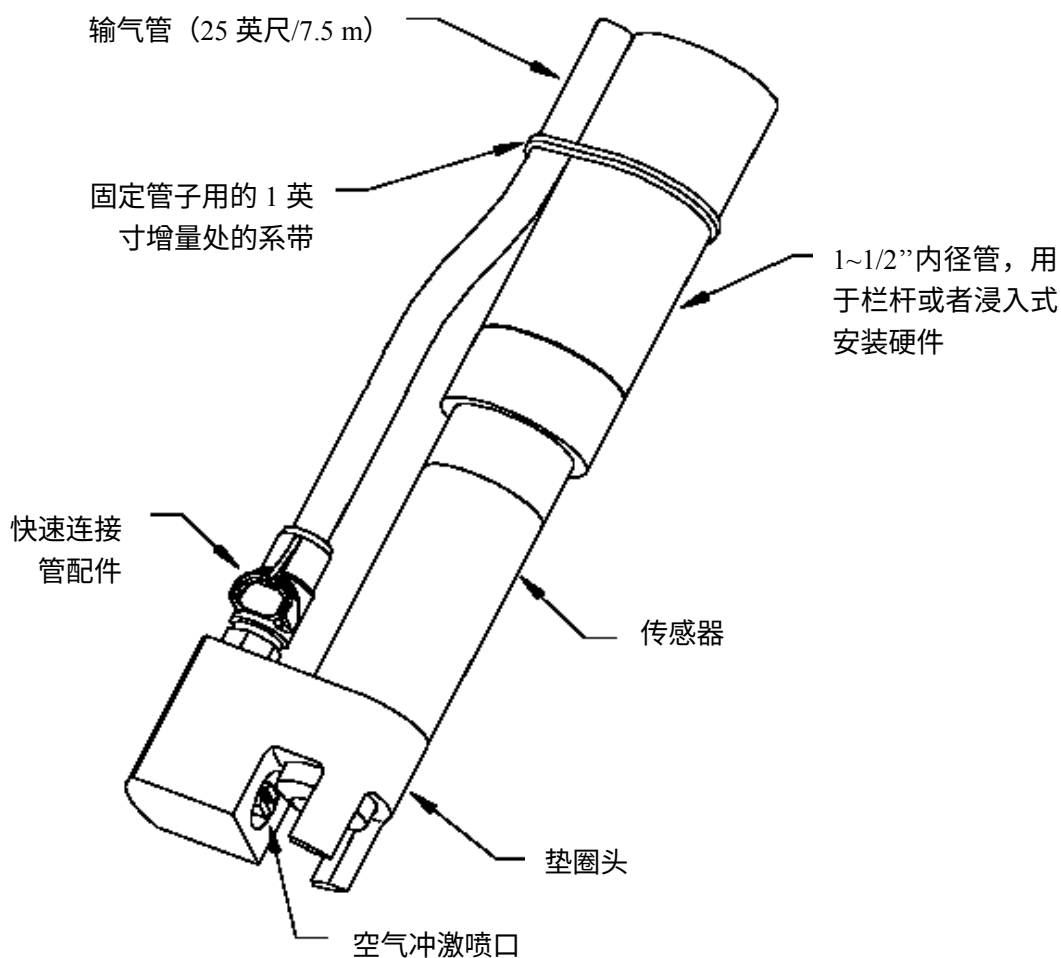
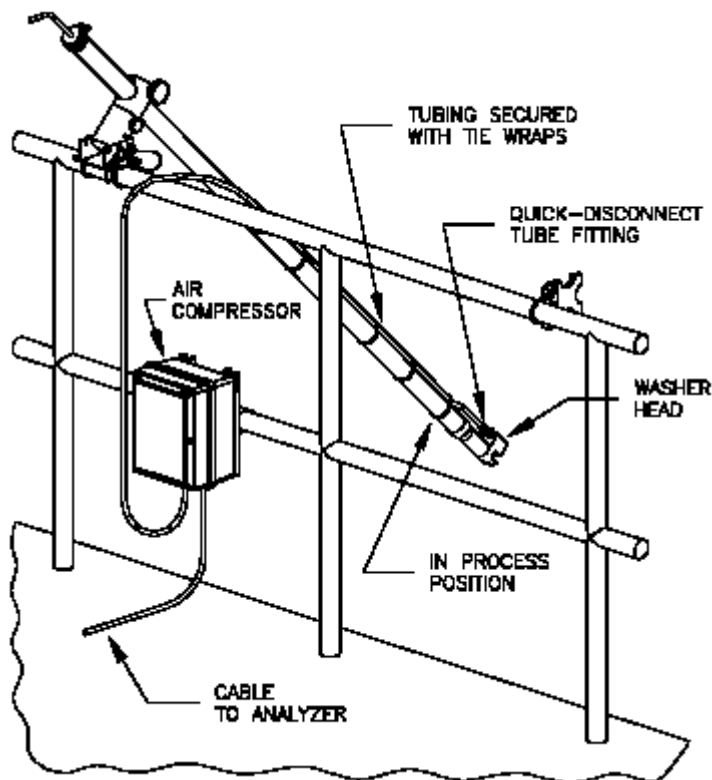

图 2-6 可选的垫圈头组件安装细节
图 2-7 空气压缩机位置示意图
您可能有一个可选的 GLI 垫片头组件 (图 2-6) 或者是自带的包括空气压缩机在内的空气冲击清洗系统 (图 2-7)。要安装垫片组组件, 参阅第 4.1 子小节; 关于空气压缩机的安装详情参见第 4.2 节, 包括 GLI D63、D53 或 D33 分析仪的接线指导。
1. 将空气压缩机放在靠近安装的传感器的地方 (图 2-7)。不要扩展 GLI 清洗头的管超过其标准长度 25 英尺 (7.6 m)。这将防止空气压缩机超出容量和/或在空气输送的响应时间上性能下降。